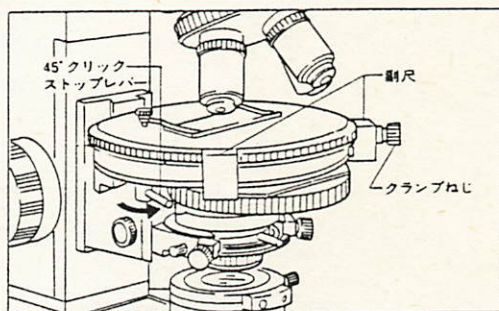

図27
- 45°クリックストップレバーを手前へ引くと、そのときの方位から45°毎にクリックストップが働きます。消光位から対角位への移行が容易にかつ確実に行えます。(図27)